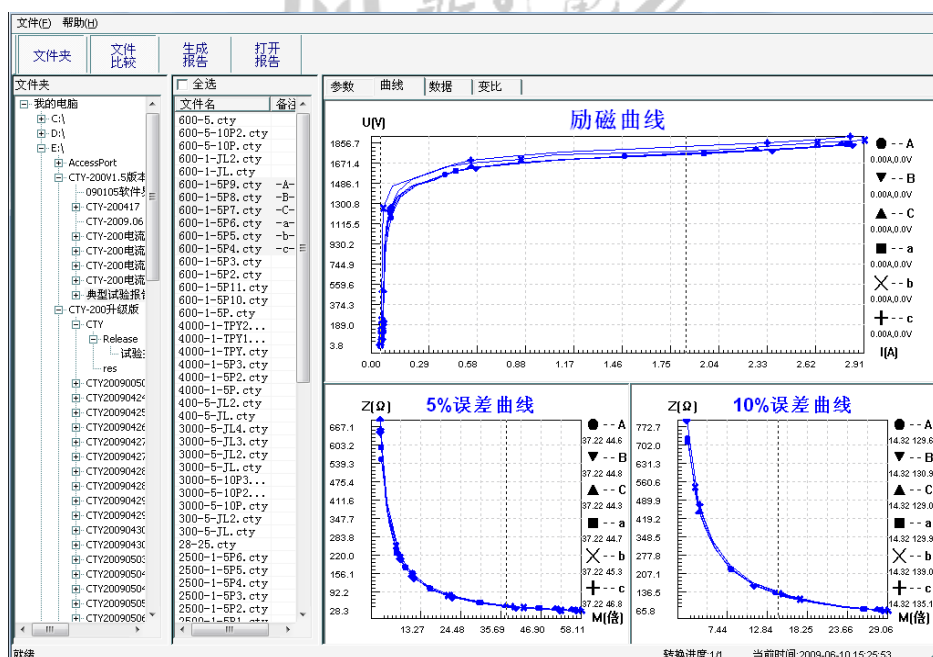

图 3.7 多个文件合并转换时曲线界面
1. 选择文件：按下**文件比较**，用鼠标左键选择多个文件（鼠标右键取消选定），选定的文件会在备注栏中标注 A、B、C、a、b、c 字母，并在**曲线页**中显示多条曲线进行比较，如图 3.7。